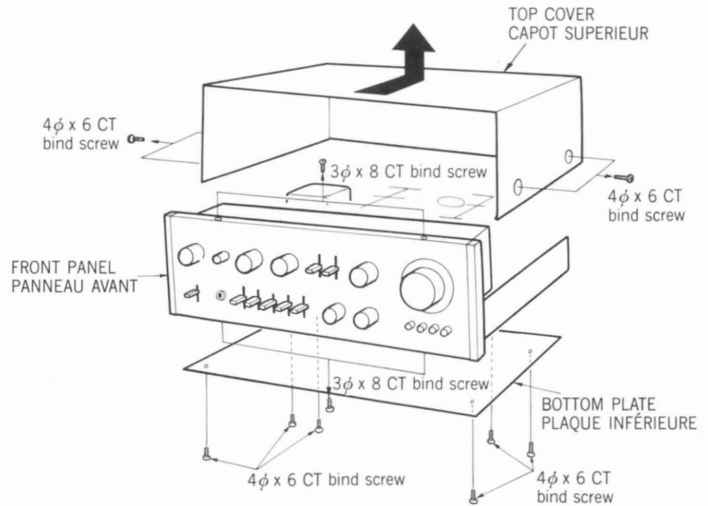

Fig. 1
- (1) Remove the four screws at the side of the top cover. (Fig. 1)
- (2) Carefully push the top cover backward and pull it up. (Fig. 1)
Remove the six screws. (Fig. 1)
- (1) Remove the top cover as described in item 1.
- (2) Remove the four screws. (Fig. 1)
- (3) Remove all the knobs and levers.
- (4) Remove the headphones nut.
- (1) Défaire les quatre vis de fixation placées sur le bord du capot supérieur comme le montre la Fig. 1.
- (2) Repousser délicatement le capot supérieur vers l'arrière et le tirer vers le haut comme le montre la Fig. 1.
Défaire les six vis de fixation comme le montre la Fig. 1.
- (1) Déposer le capot supérieur comme décrit dans le paragraphe 1.
- (2) Défaire les quatre vis de fixation comme le montre la Fig. 1.
- (3) Déposer tous les boutons et leviers de réglage.
- (4) Défaire l'écrou de casque d'écoute.